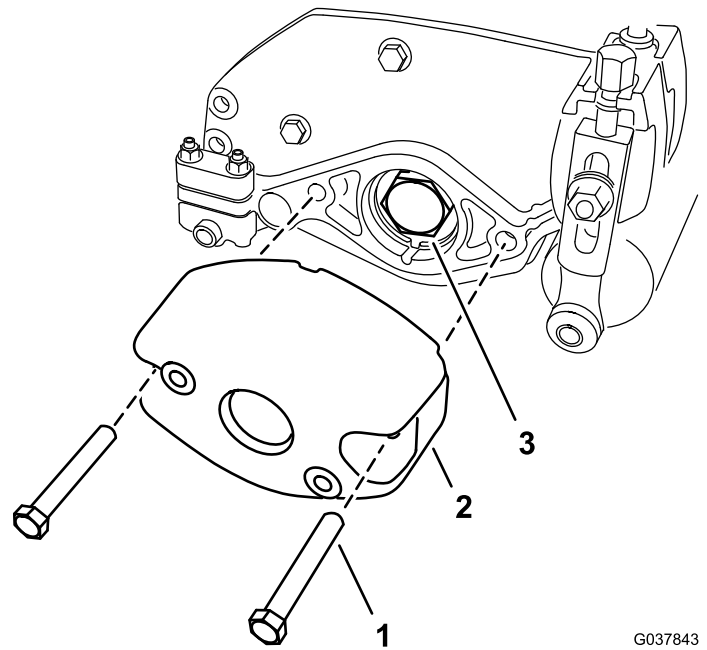

図 4
1. カウンタウェイトをカッティングユニットのサイドプレートに固定しているボルト5/16" x 2¼"2本をナット2個サイドプレートに固着から外す。カウンタウェイトを取り外す 図 4。
3. リールのシャフトからベアリングナットを外す 図 4。